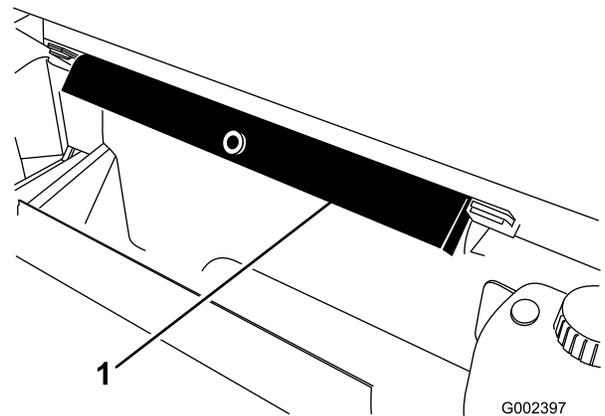

Bild 37
2. Nehmen Sie die Pritschenstütze aus den Einlagerungshalterungen hinten am Überrollschutz (Bild 37).